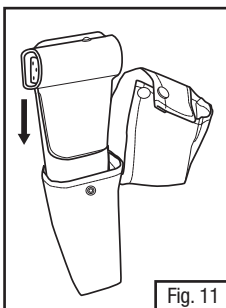

Fig. 11
4. Dobre a aba superior do coldre volta e deslize o adaptador TR-659 com bateria no TR-657 coldre de fácil limpeza com o lado da bateria de frente para o cinto (back) do coldre (Fig. 11).